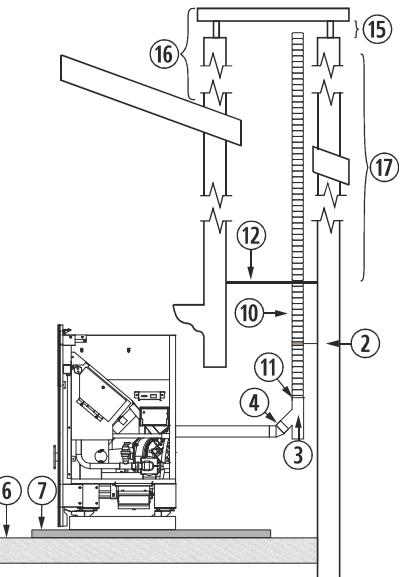

Figura 7
- 4.26.** La instalación de un encastable en una chimenea de obra se puede realizar en toda su totalidad en tubo flexible, tal y como indica la figura 7. Debemos tener especial cuidado a la hora de realizar el aislamiento entre la chimenea y el tubo de la salida de gases, para evitar posibles retrocesos de gases en caso de tormenta.